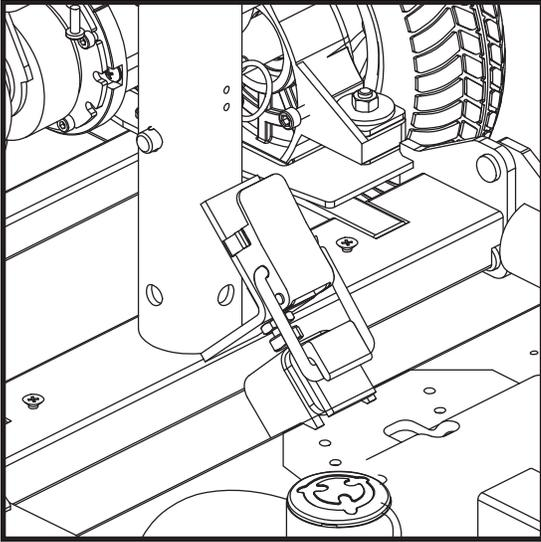

Figura 7. Leva chiusa
6. Premere il pulsante di sblocco della chiusura a leva tirando all'indietro la chiusura a leva. **Vedere figura 7.**
4. Fissare la leva in posizione di chiusura. **Vedere figura 7.**